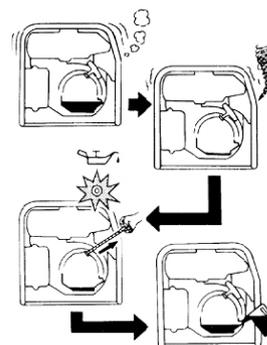

Рис. 1
1) СИСТЕМА ПОПЕРЕДЖЕННЯ ПРО НИЗЬКИЙ РІВЕНЬ ОЛИВИ (Рис.1)